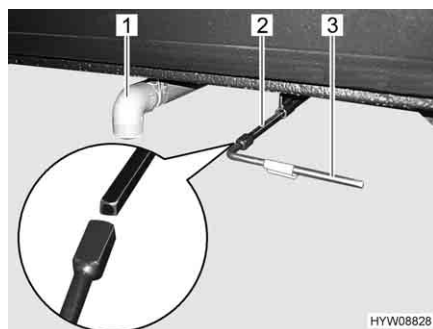

Fig. 68 Leva di comando e tubo di scarico del serbatoio delle acque grigie
- Posizionare il tubo di scarico (Fig. 68,1) direttamente sopra la stazione di smaltimento oppure innestare il tubo di gomma per lo scarico (accessorio opzionale) sul tubo di scarico (Fig. 68,1).
- Aprire il rubinetto di scarico. A tale scopo innestare la chiave quadra (Fig. 68,3) fornita in dotazione sul perno quadro del rubinetto di scarico (Fig. 68,2).
- Ruotare la chiave quadra (Fig. 68,3) di un quarto di giro in senso antiorario. Le acque grigie vengono scaricate.
- Dopo il deflusso completo delle acque grigie: Richiudere il rubinetto di scarico. A questo scopo ruotare la chiave quadra (Fig. 68,3) di un quarto di giro in senso orario.
- Sfilare la chiave quadra (Fig. 68,3) e stivarla.